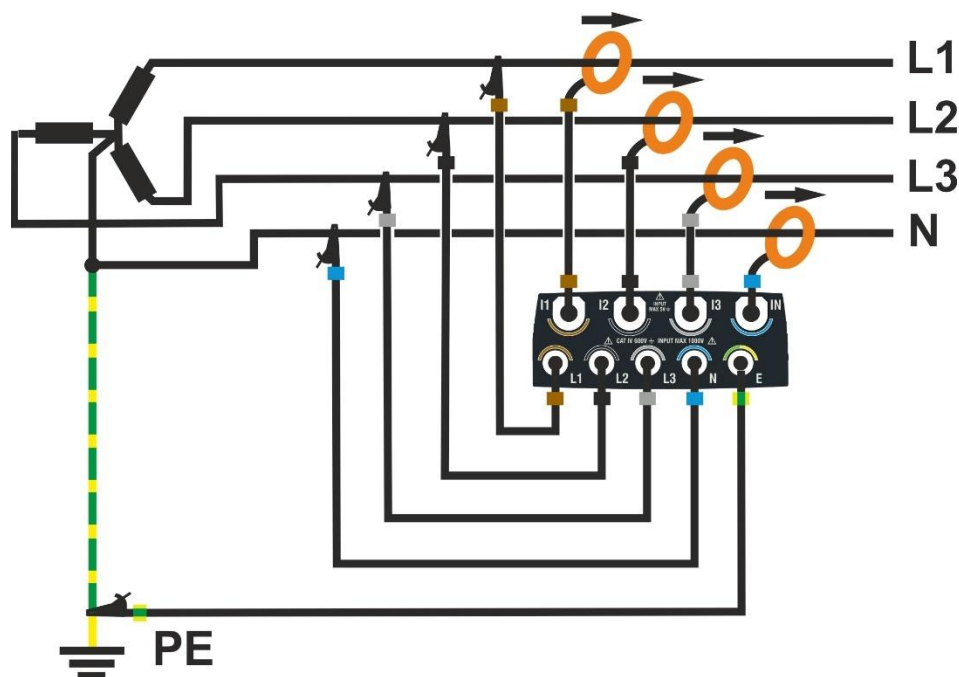

Fig. 65: Conexión del instrumento en un sistema Trifásico 4 hilos
2. Conecte los cables de tensión en los conductores de L1, L2, L3, N y PE como se muestra en la Fig. 65. **Verifique en el visualizador la indicación “1-2-3” relativa al correcto sentido cíclico de las fases** (ver el § 5.1.1)